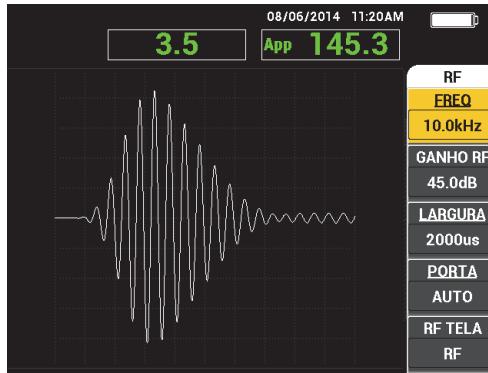

Figura 5-4 Menu principal PC (RF)
Os seguintes parâmetros podem ser ajustados no menu principal PC (RF) (veja Figura 5-4 na página 83):